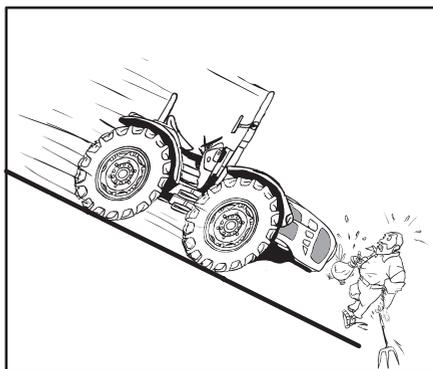

Fig. 2.24
- Gardez toujours une vitesse enclenchée. Ne jamais effectuer une descente débrayés ou au point mort. (Fig. 2.24).